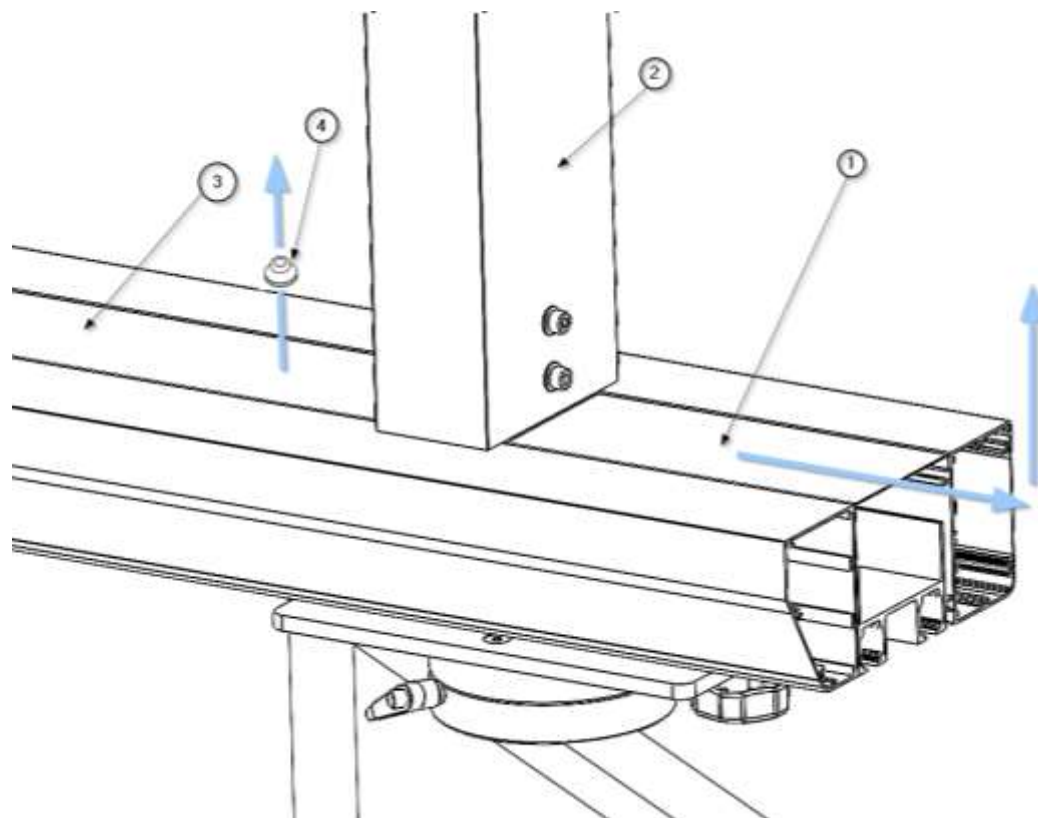

Fig. 3 Verwijderen van afdekkingen van het hoofdgedeelte
- Verwijder met behulp van een zuignap ② de bovenste afdekking ① waar de diffuser voor indirect licht zich bevindt, zoals weergegeven in afbeelding 3. De verlichtingsmodule ③ voor indirect licht komt nu vrij.